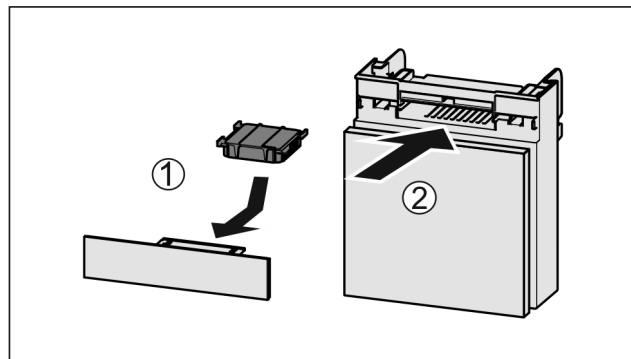

Fig. 51
- ▶ Filtr s aktivním uhlím vložte podle vyobrazení Fig. 51 (1).
- ▶ Zásuvku zasuňte Fig. 51 (2).